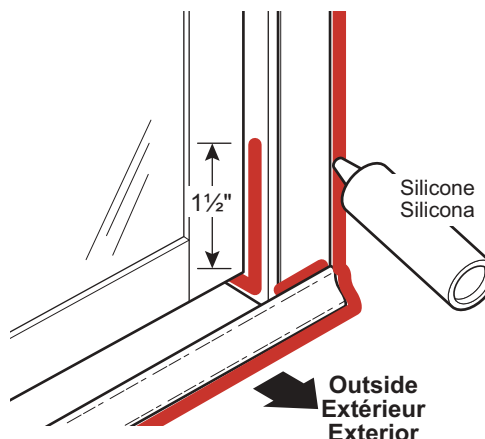

Fig. 6
- On the outside of the shower stall, apply silicone at the junction of the wall jambs and shower frame, and on the two lower corners (Fig. 6). **Do not apply silicone on the inside of the shower, between the bottom rail and the shower base, or water will be trapped under the rail.**
- Du côté extérieur de la douche, appliquez de la silicone entre les montants muraux (D) et le cadre de la douche. Répétez l'opération sur les deux coins inférieurs (Fig. 6). **N'appliquez pas de silicone à l'intérieur de la douche, entre la base et la porte de douche, cela causerait des fuites.**
- Aplique silicona al exterior de la ducha entre los bordes de las jambas y el marco de la ducha, y en las dos esquinas inferiores (Fig. 6). **No aplique silicona en el interior de la ducha, entre la base y la puerta de ducha, puesto que eso provocaría fugas.**